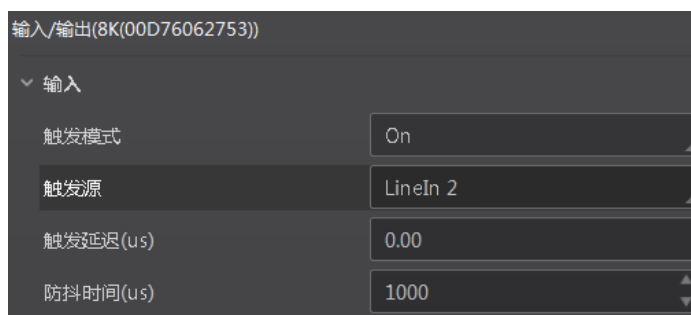

图4-21 防抖时间设置
4. 当触发源选择 LineIn 0/1/2 时，除设置触发延迟参数外，还需要设置防抖时间，对输入的触发信号进行去抖处理，如图 4-21 所示。